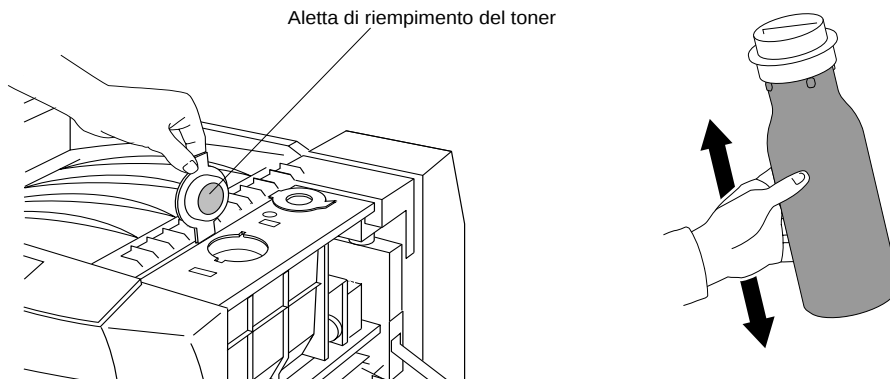

Figura 4-2 Apertura dell'aletta di riempimento del toner e scuotimento della tanica di toner
5. Aprire l'aletta di riempimento del toner (aletta anteriore), come mostrato nella Figura 4-2.